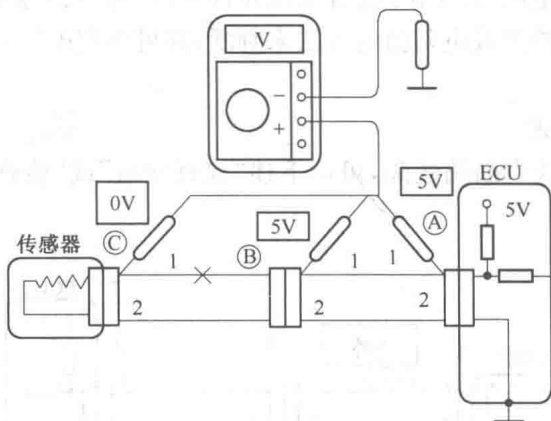

图 1-9 测量电压
如图 1-9 所示,在电脑连接器端子加有电压的电路中,可以用“检查电压”的方法来检查断路故障。在各连接器接通的情况下,电脑输出端子电压为 5V 的电路中,如果依次测量连接器①的端子 1、连接器②的端子 1 和连接器③的端子 1 与车身(搭铁)之间的电压,测得的电压值分别为 5V、5V 和 0V,则可以判定:在②的端子 1 与③的端子 1 之间的配线有断路故障。